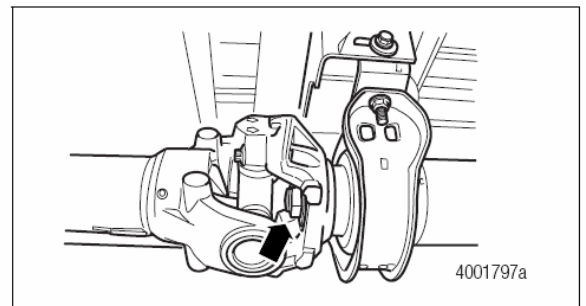

Figura 4.10
1. Inspeccione todo el soporte central y las tuercas de la cuaderna maestra de la brida para identificar espacios entre las superficies de contacto. Figura 4.10